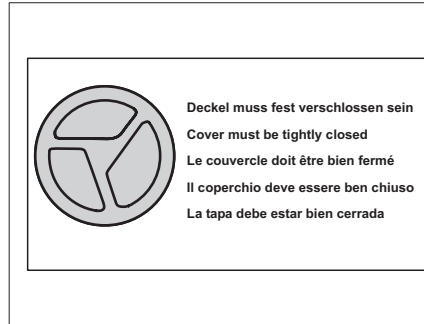

Bild 96 Warnschild Verschlussdeckel
- ▶ Überprüfen Sie vor der Fahrt, ob beide Verschlussdeckel geschlossen sind. Warnschild (Bild 96) beachten.